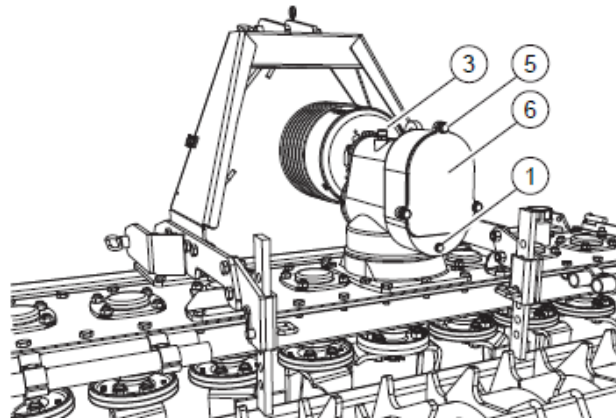

FIG. 26
- Desserrer les vis (5, "Fig. 26").
- Enlever le couvercle (6).
- Remonter le couvercle (6). Serrer les vis (5).
Pour contrôler le niveau de l'huile dans la boîte de vitesse dévisser le bouchon avec jauge (3, "Fig. 26"). Contrôler le niveau avec les indications sur la jauge. Si nécessaire remplir jusqu'au niveau.